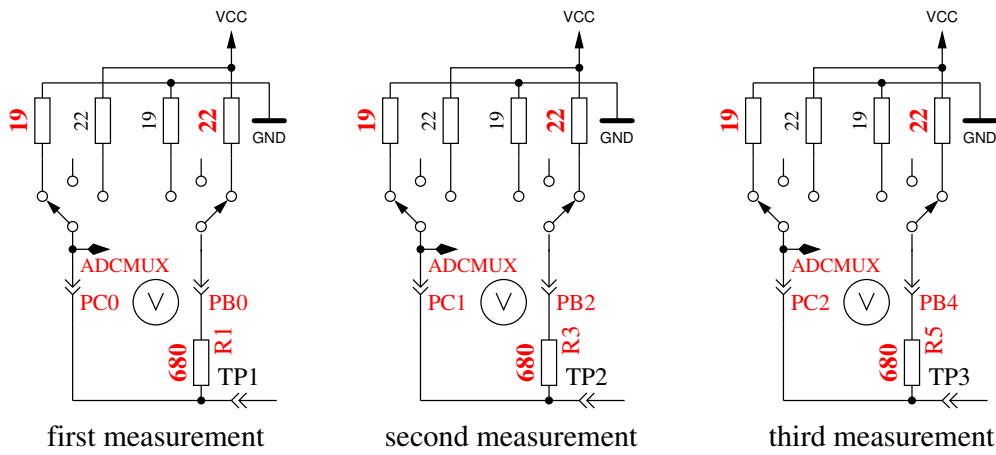

Abbildung 5.65. Messung des Innenwiderstandes von auf GND geschalteten Port-C-Ausgängen.
5. Dieser Schritt testet die **Fähigkeit von mit GND (-) verbundenen $470k\Omega$ -Widerständen (H) die Testpins auf GND zu ziehen**. Zeile 1 zeigt den Text „RH-“. Zeile 2 sollte für alle drei Pinne Null mV anzeigen.
6. Dieser Schritt testet die **Fähigkeit von mit VCC (+) verbundenen $470k\Omega$ -Widerständen (H) die Testpins auf VCC zu ziehen**. Zeile 1 zeigt den Text „RH+“. Der bestmögliche mV Wert für die drei Messungen wäre 0 in Zeile 2, da die Diffenz zu VCC dargestellt wird. Große Abweichungen vom Idealwert für Schritt 5 und 6 sind Fehler wie Isolations-Problem, Flussmittelreste oder beschädigter Port.
8. **Messung des Innenwiderstandes eines auf GND geschalteten Ausgangs.** Dieser und die folgenden Schritte werden nur bei gewählter AUTO_CAL-Option durchgeführt. Die internen Port-C-Widerstände von auf GND (-) geschalteten Ausgängen werden mit dem Strom der nach VCC (+) geschalteten 680Ω Widerstände gemessen, siehe Abbildung 5.65. Es werden nur die drei Pins des ADC-Ports vermessen, die Widerstands-Ports PB0, PB2 und PB4 können nicht ohne Veränderung der Hardware gemessen werden. Es wird angenommen, dass die Portwiderstände von unterschiedlichen Ports nahezu identisch sind. Der Widerstandswert wird im nächsten Schritt mit ausgegeben.